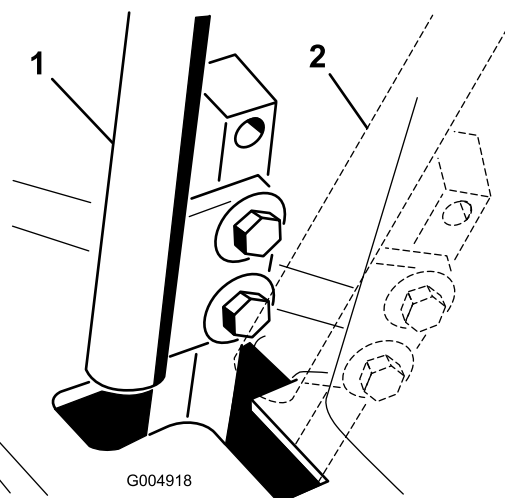

Figura 62
4. Mueva la palanca a la posición de punto muerto, pero **no a la posición de bloqueo** (Figura 62).